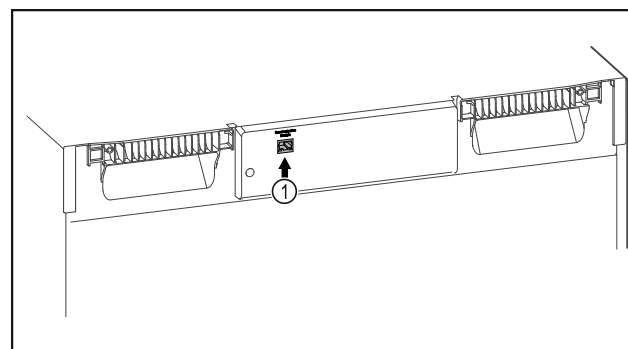

Fig. 114
- ☐ SmartModule Fig. 114 (1) 已使用。